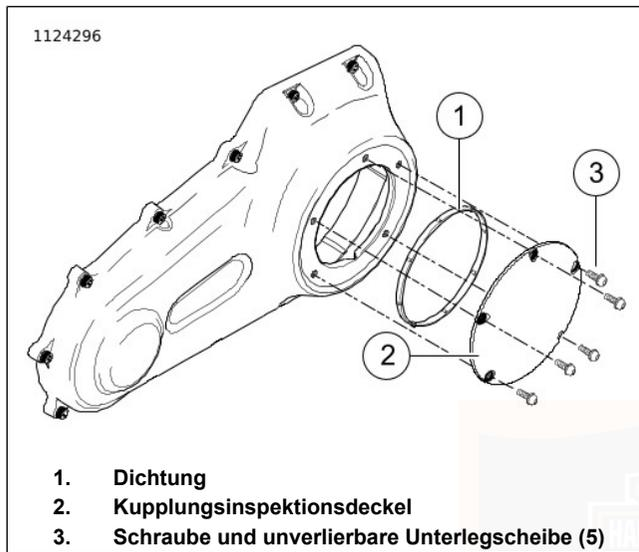
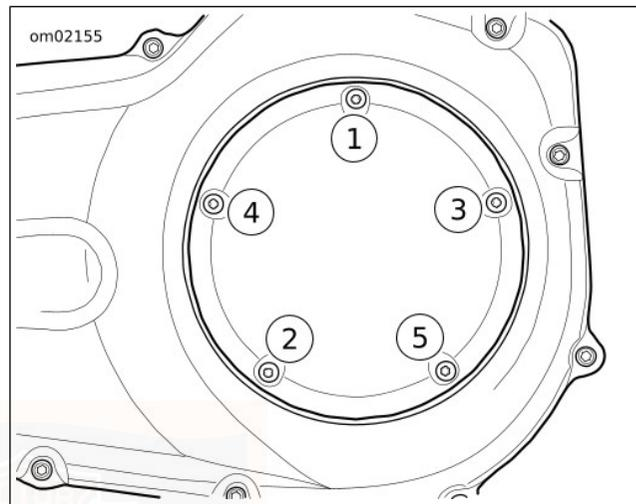

Abbildung 47. Kupplungsdeckel (Typisch)
Abbildung 48. Anzugsreihenfolge für Kupplungsdeckel
7. Siehe Abbildung 47. Die Schrauben mit Unterlegscheiben (3) sowie den Kupplungsinspektionsdeckel (2) entfernen.
8. Dichtung (1) entfernen. Das Öl von der Nut im Kettengehäusedeckel und der Befestigungsfläche abwischen.
- b. Siehe Abbildung 47. Die **neue** Dichtung (1) in die Nut des Kupplungsinspektionsdeckels (2) einsetzen. Jede Noppe auf der Dichtung in die Nut drücken.
- c. Den Kupplungsinspektionsdeckel (2) mit Schrauben und unverlierbaren Unterlegscheiben (3) sicher befestigen.
- d. Siehe Abbildung 48. Auf folgendes Drehmoment anziehen: 9,5–12,2 N·m (84–108 **in-lbs**).